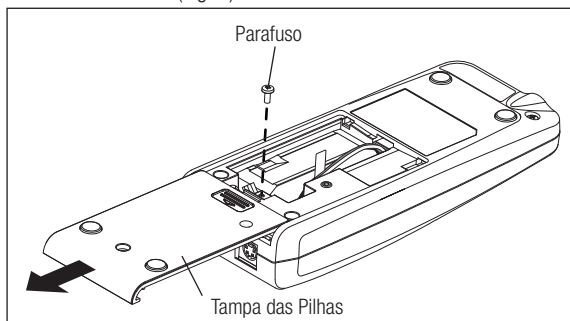

Fig. 6
- 3) Retire a tampa das pilhas, deslizando-a no sentido da seta. (Fig. 6)